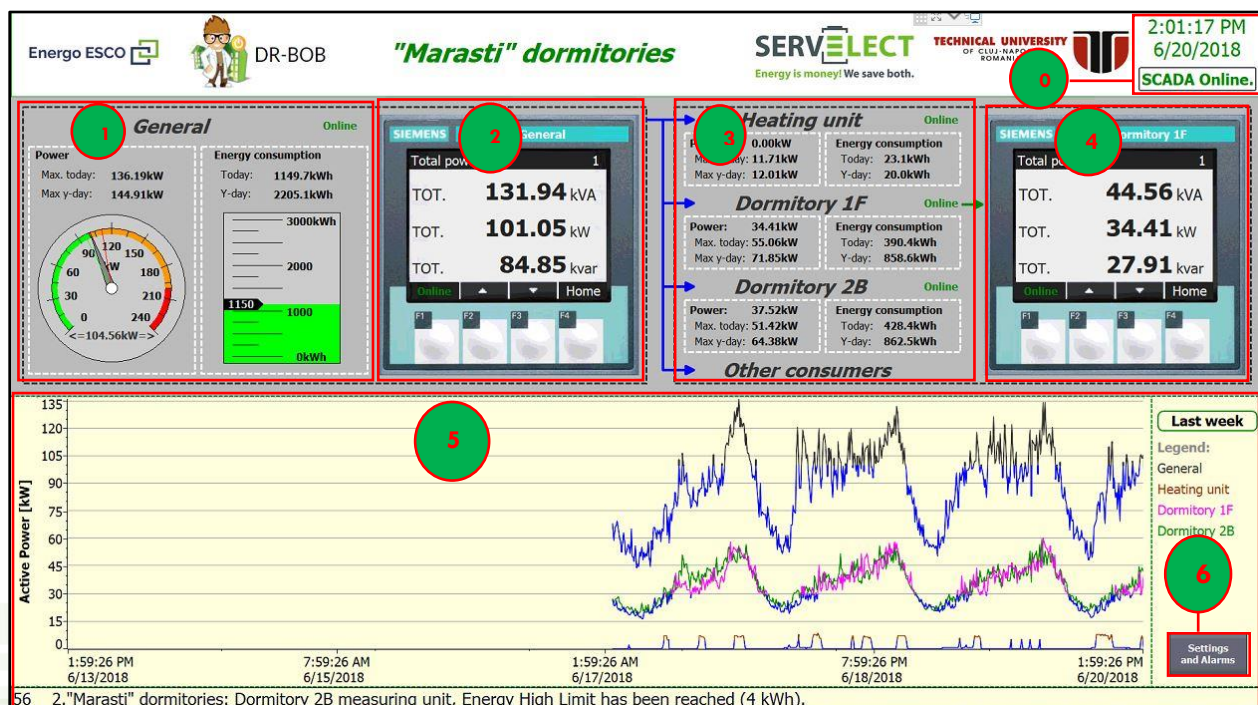

Fig.10. Ecran principal aplicație (TV)
Permite vizualizarea de ansamblu a consumului și impactului realizat de ocupanții clădirilor, în vederea reducerii consumului de energie, pe un televizor amplasat la intrarea în cămin, fiind o zonă intens circulată, cum este cel din Fig.10.
Pentru a înțelege mai bine funcționalitatea interfeței se vor explica pe rând itemii marcați în Fig.10.:
- Se observă că în Fig.10, cadranul **4**, PAC-ul afișat pe interfață este cel din dreptul săgeții corespunzătoare sub-locației "Dormitory 1F". Aceasta se deplasează la un anumit interval de timp setat (refresh rate) astfel încât, pe rând, să se poată vizualiza toate PAC-urile componente sistemului SCADA.